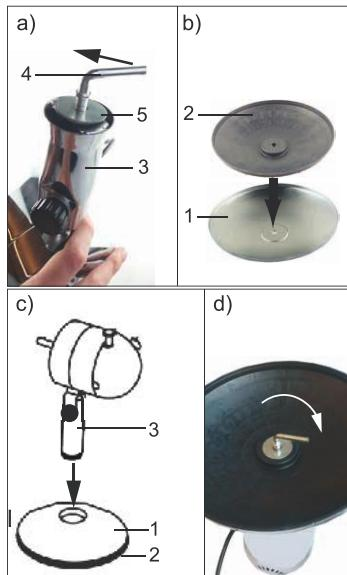

Fig.1: Montage Basis
1. Lösen Sie die L-Fixierschraube (4) vom Sockel.
- 2 Schrauben Sie sie gegen den Uhrzeigersinn ab. Abb. 1 a).
3. Ziehen Sie die Unterlegscheibe (5) vom Sockel (3) ab.
4. Legen Sie den Einsatz wie in Abb. 1 b) gezeigt in die Basis (1).
5. Setzen Sie den Sockel auf die Basis. Abb. 1 c).